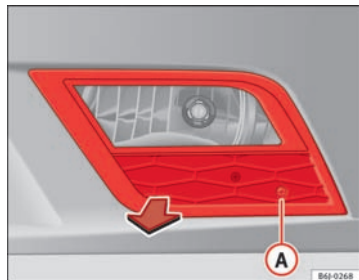

Fig. 140 Tågeforlygte
- Skru skruen ⇒ Fig. 140 **A** ud af tågeforlygtens gitter ved hjælp af en skruetrækker.